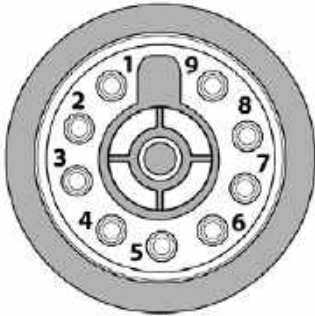

Рис. 8.2. Панельный разъем плазмотрона.
**3.** Подключите кабельный разъём плазматрона к разъёму аппарата на передней панели (См. рис. 8.2). Убедитесь в плотной фиксации соединения.